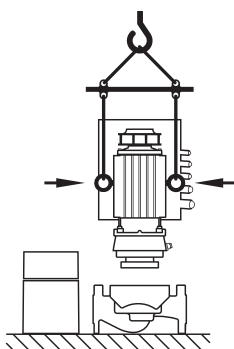

Fig. 9: Transportul motorului
- În cazul în care acest lucru este necesar, de exemplu în cazul lucrărilor de reparații, ochetii de transport se vor muta de pe flanșa motorului pe carcasa motorului (a se vedea de exemplu Fig. 9). Înainte de instalarea ochetilor de transport pe carcasa motorului desurubați distanțierele din deschizăturile pentru ochetii de transport (Fig. 7, poz. 20b) (a se vedea capitolul 10.2.1 „Schimbarea etanșării mecanice” la pagina 50).
- Dacă ochetii de transport sunt sau au fost mutați de pe flanșa motorului și au fost montați pe carcasa motorului, aceștia sunt acceptați numai pentru purtarea sau transportul ansamblului motor cu rotor hidraulic (Fig. 9), însă nu și pentru transportul întregii pompei sau pentru extragerea ansamblului motor cu rotor hidraulic din carcasa pompei.